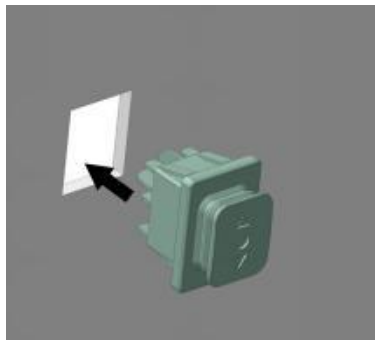
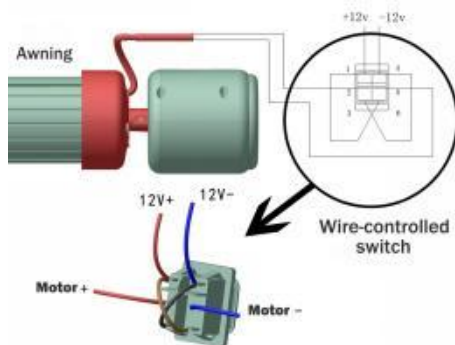

Figura D20
Figura D21
4.1 Innanzitutto, installare l'interruttore di controllo del cavo in una posizione idonea all'interno del veicolo (Figura D20). Dopo aver installato la capottina, introdurre il cavo del motore nel veicolo e collegarlo secondo la Figura D21. Si consiglia di utilizzare un cavo di alimentazione a 2 conduttori con sezione RVV2 * 1,5 mm o superiore e una lunghezza del cavo non superiore a 3 m per il cavo di alimentazione del motore (la parte di cablaggio all'interno dell'auto deve essere predisposta).